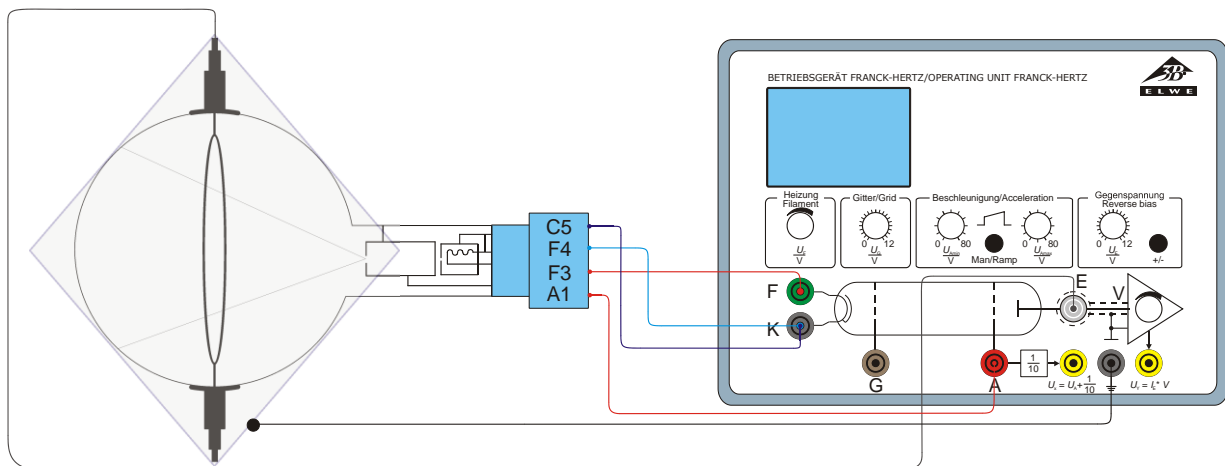

Fig. 5 Montage expérimental avec l'appareil pour l'expérience de Franck-Hertz
- Reliez la douille F3 du support pour tube avec la douille F de l'appareil pour l'expérience de Franck-Hertz et la douille F4 avec la douille K de l'appareil. (voir Fig. 5)